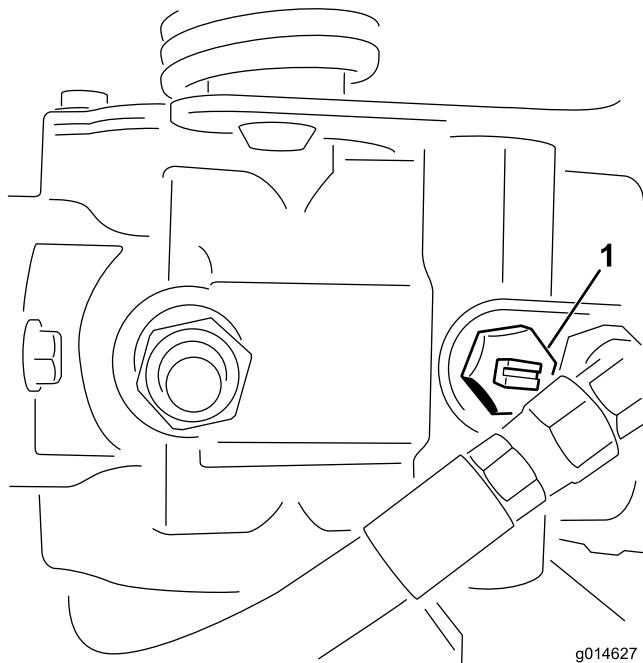

图40
1. 找到并旋转泵上的旁通阀，使槽处于垂直位置（图 40）。
2. 启动发动机之前，旋转旁通阀，使槽处于水平位置，这样就可以关闭旁通阀（图 40）。旁通阀打开时，切勿启动发动机。